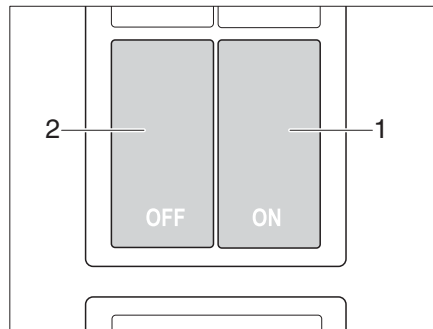

Fig. 108 Interrupteur de verrouillage central de la cuisine intégrée
La cuisine intégrée est équipée d'un verrouillage central. Les portillons et tiroirs du bloc cuisine peuvent être verrouillés et déverrouillés manuellement avec l'interrupteur (Fig. 108).
- Verrouiller* ■ Appuyer sur l'interrupteur ON (Fig. 108,1). Les portillons et les tiroirs du bloc cuisine sont verrouillés.
- Déverrouiller* ■ Appuyer sur l'interrupteur OFF (Fig. 108,2). Les portillons et les tiroirs du bloc cuisine sont déverrouillés.